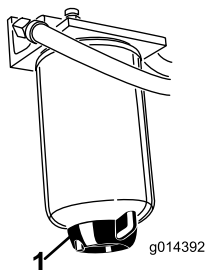

图38
每日从水分离器 图38 中排出水或其他污染物。
2. 松开滤清器过滤筒底部的排油塞 图38。